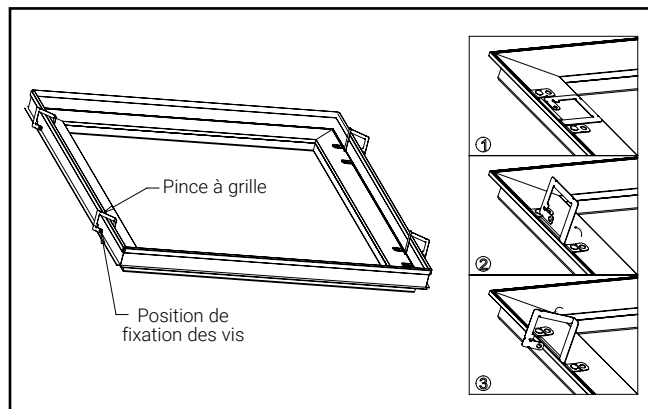

Figure 6.
7. Installez la pince à grille sur la grille en T comme montré. Si une force de retenue supplémentaire est nécessaire, une vis peut être placée dans l'ailette de la pince à grille qui la fixe à la grille en T. (Vis non incluses) Voir la figure 6.